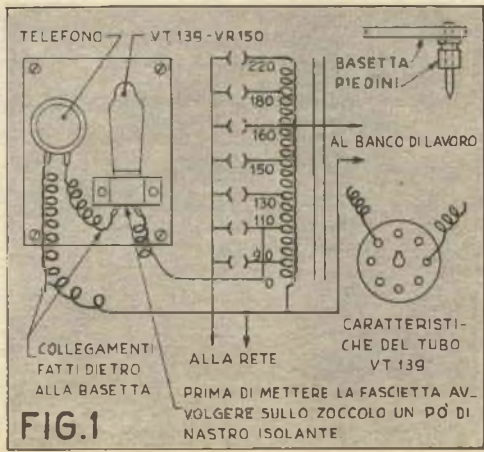

FIG. 1
**Gli utensili occorrenti** - Prima di tutto occorre una bacinella acciata. Consigliamo l'uso di una di zinco a forma rettangolare, di cm. 60x30, profonda 3-4 cm. Naturalmente può essere sostituita da qualsiasi altro recipiente, ma chi vorrà far qualcosa di più che rilegare un libro o due, farà bene a procurarsela del tipo da noi indicato, in quanto essa gli faciliterà le operazioni che dovrà compiere. Consigliamo anche di dotare la bacinella di un divisorio obliquo (vedi fig. 1), discosto pochi centimetri da uno dei lati minori: nello spazio che si otterrà tra questo ed il lato vicino sarà così possibile far scorrere l'avanzo del colorante rimasto sulla superficie del bagno dopo ottenuta la marmorizzazione, onde renderlo atto alla esecuzione di un nuovo lavoro.
I dettagli di fig. 1 illustrano la base e la estremità inferiore della colonna. La piastra metallica che costituisce la base dovrebbe essere larga quanto occorre per il montaggio del supporto del pedale nella posizione indicata. La costruzione di queste parti risulterà chiara dai dettagli e dalle annotazioni di figura 1 che danno tutte le principali dimensioni, così come la fig. 2 offre tutte le indicazioni relative alla slitta, al supporto del motore, al montaggio dell'albero e al tavolo dell'utensile.
Prima di tutto notate in fig. 1 ed in fig. 2 il pezzo A, lunga striscia di piastrina di ferro che collega il braccio del pedale alla testa dell'utensile: l'estremità inferiore di questa striscia è unita al pedale a mezzo di un morsetto ad U, mentre l'estremità superiore è imbullonata ad uno dei bracci che sorreggono la base del motore.